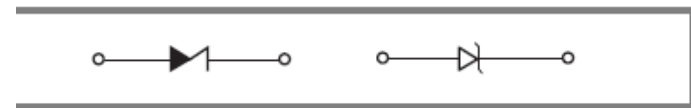

Figure 4.7 - Autres représentations utilisées pour les diodes Zener.
- On les représente par leur symbole normalisé (*figure 4.6*) ou par d'autres schémas (*figure 4.7*).